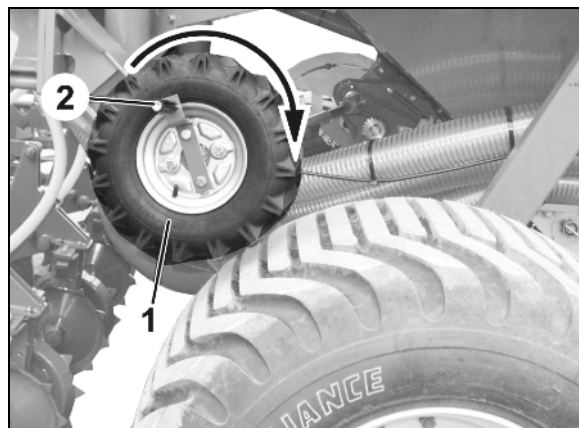

Рис. 82
6. Поворачивайте ведущее колесо при помощи рукоятки для регулировки нормы высева (Рис. 82/1) в направлении, указанном стрелкой, до тех пор, пока все камеры дозирующих валов не будут заполнены посевным материалом и не будет достигнута равномерность подачи семян в лотки.
8. Поворачивайте ведущее колесо при помощи рукоятки для контроля нормы высева (Рис. 82/1) в направлении, указанном стрелкой.